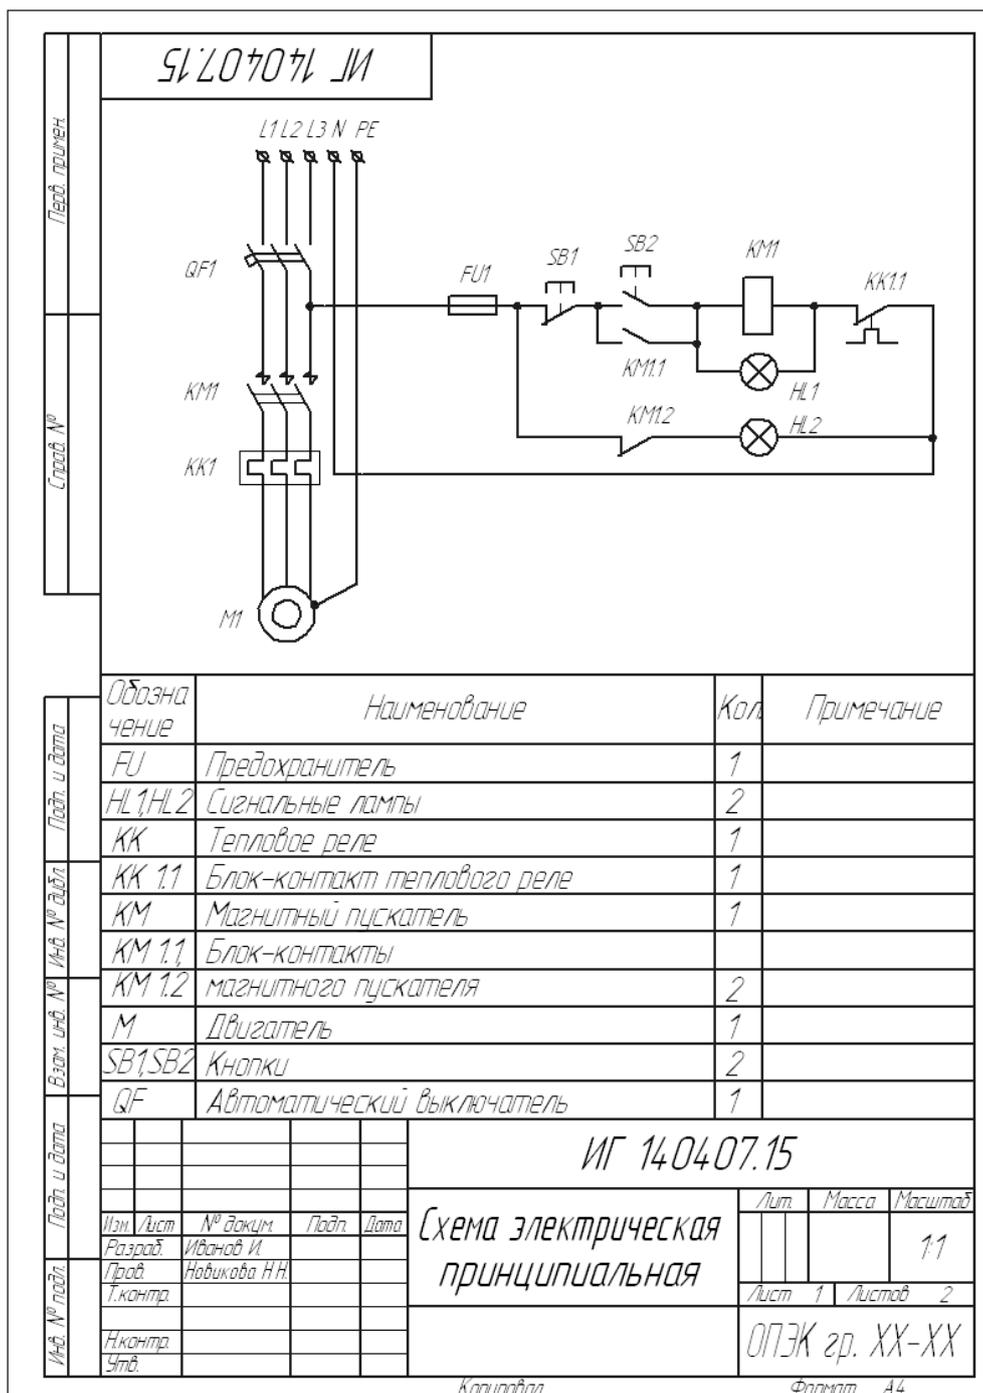

Рисунок 3- Чертеж схемы электрической принципиальной
2. Выполнить чертеж электрической принципиальной схемы (рис.3);
Требования к содержанию и оформлению: графическая работа, выполненная по образцу – рисунок 3.